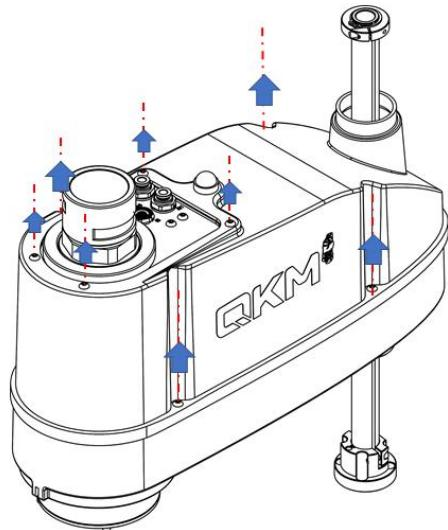

图4-15 第二机械臂外壳拆卸示意图
**步骤2** 使用3号扳手拆卸机器人第二机械臂外壳上的紧固螺钉，如图4-15所示。